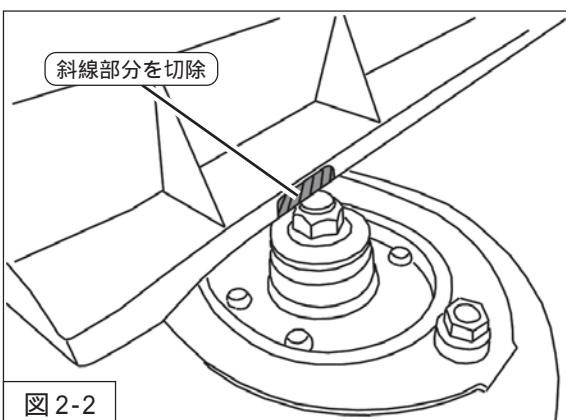

図2-2
2. bB(NCP30・NCP31)及びiSt(NCP60・NCP61)は、本製品と干渉しないよう、図2-2のカウルトップ斜線部分を切除してください。(図2-2)